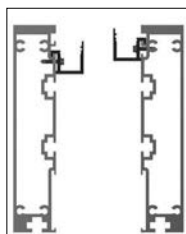

Abb. 36
- » an den Längsprofilen sind die Lamellenträgerprofile werksseitig vormontiert. Die unterschiedliche Höhe der Trägerprofile ergibt die notwendige Neigung der Lamellen für den Wasserabfluss (siehe Querschnitt Abbildung 36).